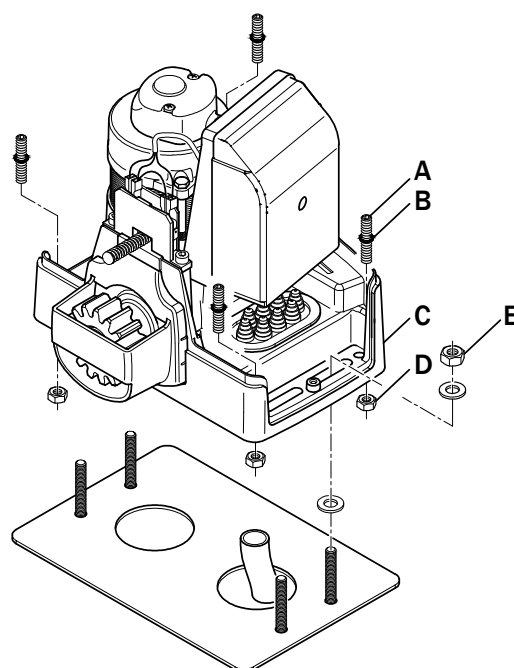

Fig. 2
- Introduzir as juntas circulares (B) em los parafusos M8x40 (A). Introduzir os parafusos nos cantos do motorreductor (C) e prendê-los com as porcas M8 (D).
- Posicione o M30 nos 4 tirantes, conforme indicado na fig. 2. Se necessário, desenrosque as porcas da chapa de base.
- Apertar as porcas M8 (E).